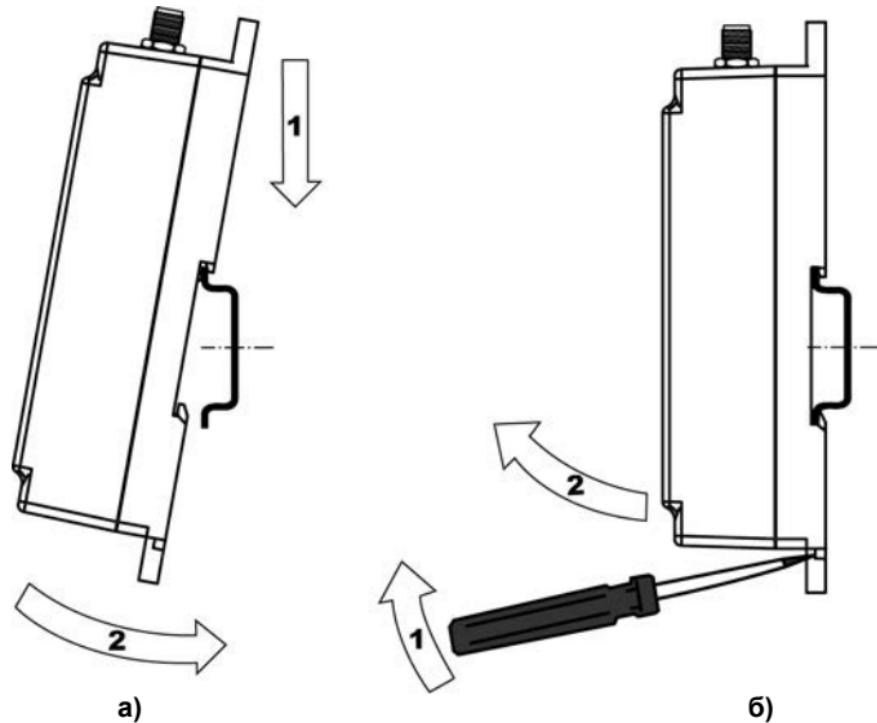

Рисунок 6.1 – Монтаж контроллера с креплением на DIN-рейку
- 3 Контроллер с усилием прижимается к DIN-рейке в направлении, показанном стрелкой 2, до фиксации защёлки (рисунок 6.1, а);
- 4 Для съема контроллера с DIN-рейки в проушину защёлки вставляется острое отвертка (см. рисунок 6.1, б), и защёлка отжимается по стрелке 1, после чего контроллер отводится от DIN-рейки по стрелке 2.